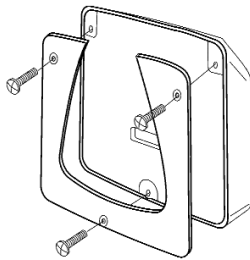

Fig. 1
1. Mit den drei beigefügten M4- Bolzen die Grundplatte an den Rumpf-Sender schrauben (Fig. 1).